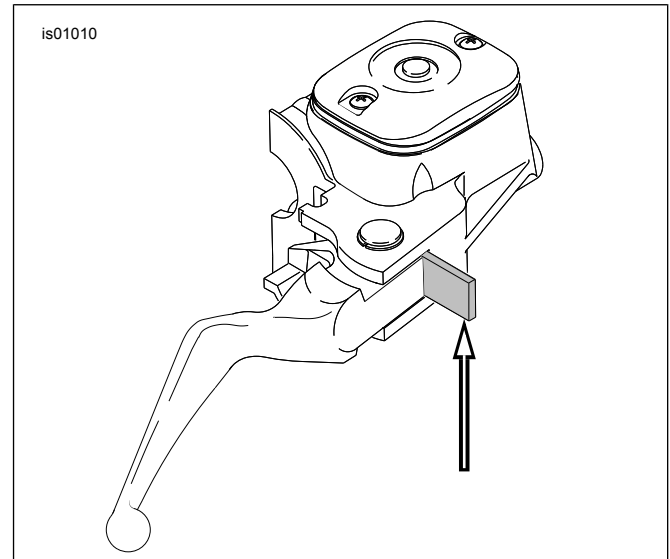

Figure 1. Morceau de carton de 4 mm (5/32 po)
1. Voir la Figure 1. Serrer la manette de frein et insérer le morceau de carton entre la manette de frein et son support.